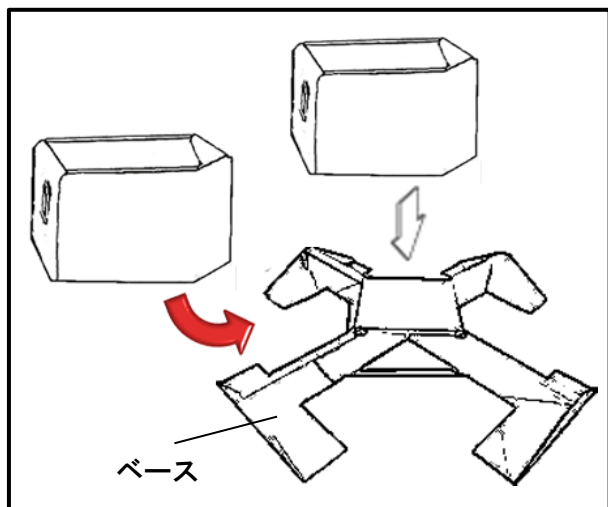

図.1
- ① 設置する場所が水平であることを確認してください。
- ② ベース (B) の上に、ポット型ウェイト (E) 2 個を横並びにのせます。(図.1)